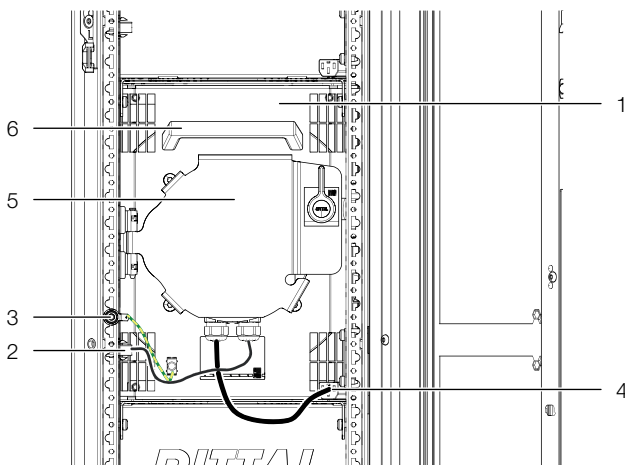

Abb. 51: Lüftermodul im Lüftereinschub
- Lösen Sie links und rechts die beiden Anschlussstecker DC und AC des Lüfters (Abb. 51, Pos. 2 und 4).
- Lösen Sie die Erdungsverbindung am Lüfter (Abb. 51, Pos. 3).
Stellen Sie beim Anschluss sicher, dass die beiden Kabel des Lüfters nicht zu nah aneinander über längere Strecken parallel zueinander geführt werden. Abb. 51 zeigt eine optimale Verlegung der Kabel.